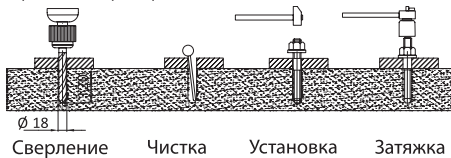

Рисунок 5. Установка анкерных болтов.
1. Подъёмник необходимо устанавливать на ровное и прочное основание, которое должно обеспечивать максимальную, рассчитанную исходя из грузоподъёмности подъёмника, несущую способность, при любых возможных условиях работы. Для напольного монтажа необходим бетон марки не ниже М350, средняя прочность 327 кгс/см². Крепление подъёмника осуществляется 8 анкерными болтами (мин. рекомендованный диаметр 16 мм). Схема крепления показана на рис. 5.